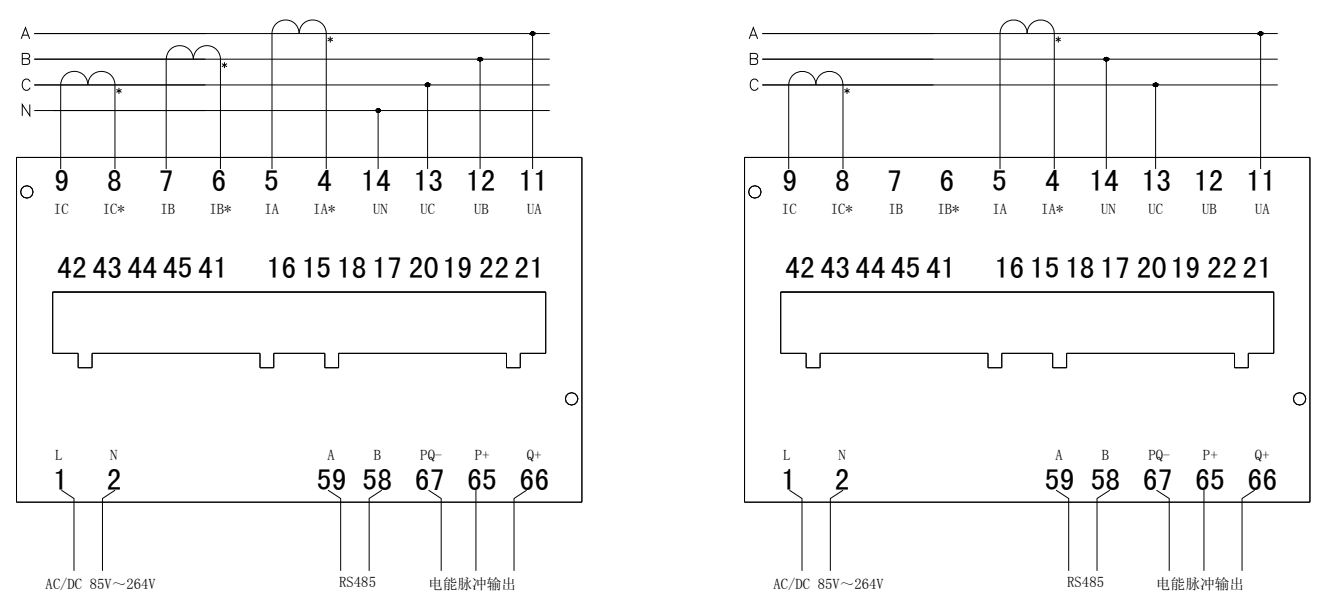

图 15 三相四线与三相三线电压直接输入、电流经互感器输入
- ①安装前应先检查包盒上所标产品的型号和规格是否与实物相符,如不符,请与供应商联系;
- ②检查包装箱的产品的的外壳是否有损坏, 如有损坏, 请与供应商联系;
- ①在固定的配电柜上, 在安装屏面上选择合适的位置, 按照表 3 “开孔尺寸” 开一个安装孔;
- ②取出仪表、夹持件, 将仪表插入配电柜的安装孔内;
- ③将夹持件按图 15 方式从后往前推入仪表卡槽, 至仪表固定在安装板上。